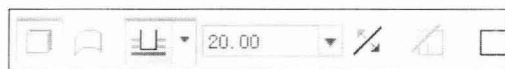

图1-10 设置面板
❸ 03: 在设置面板中，选择深度类型为 $\square$ （从草绘平面以指定的深度值拉伸），在“深度”下拉列表框中输入拉伸深度值“20.00”，如图1-10所示，然后按Enter键。